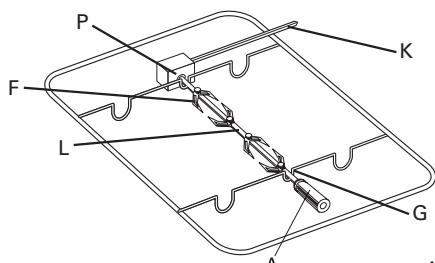

Abb. 9
- Die Speise auf den Spieß stecken (L) und gut ausbalanciert fest am Haken (F) befestigen. Siehe Abb. 9.
- Den Drehspieß in die Öffnung (P) drücken und vorne auf den Haken (G) legen.
- Den Rost mit Grillspieß in den Backofen schieben. Darauf achten, dass die Antriebsachse (K) in die Öffnung des Grillmotors fällt.